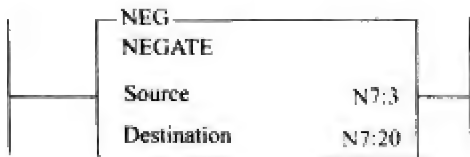

图 11-26
9. 参考图 11-26, 如果 N7:3 中的数据为 -345, 那么 N7:20 中的数据是多少?